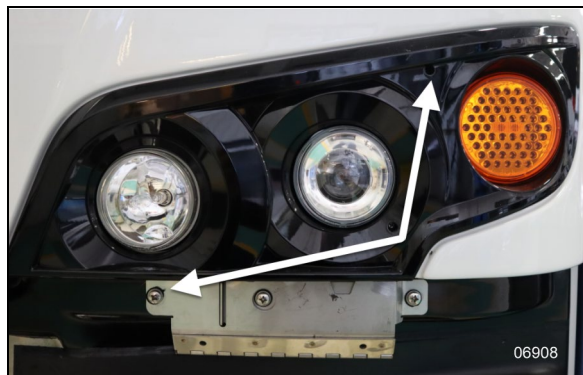

FIGURA 71: TORNILLOS DE FIJACIÓN DE ENSAMBLE DE FAROS DELANTEROS
Retire los dos tornillos de fijación (Figura 71) para tener acceso a los focos, los conectores y los tornillos de ajuste del módulo de luz.
1. Retire los dos tornillos (Figura 71) que fijan el ensamble de los faros y luego gire el ensamble de los faros hacia abajo.